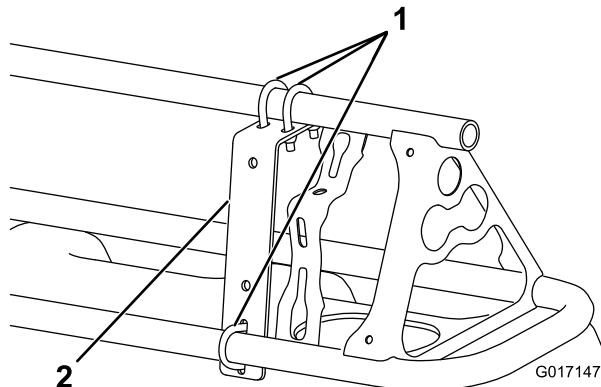
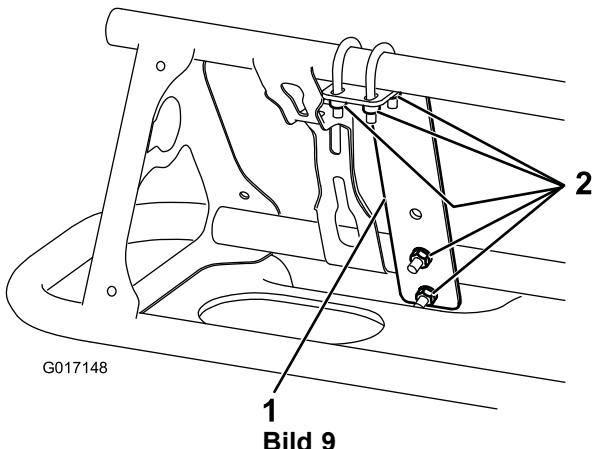

Bild 8
Bild 9
1. Befestigen Sie eine Befestigungshalterung mit drei U-Bügeln und sechs Sicherungsmuttern (1/4") vorne an jedem Ausleger in der Nähe der äußeren Düse (Bild 8 und Bild 9).